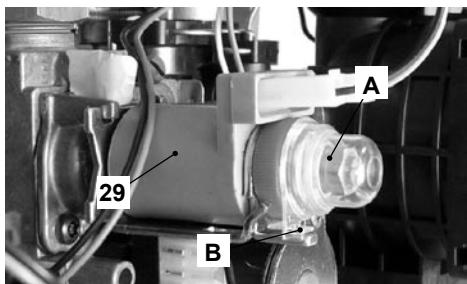

рис. 7.2
- Снимите защитный колпачок "A" газового клапана 29 рис. 7.2